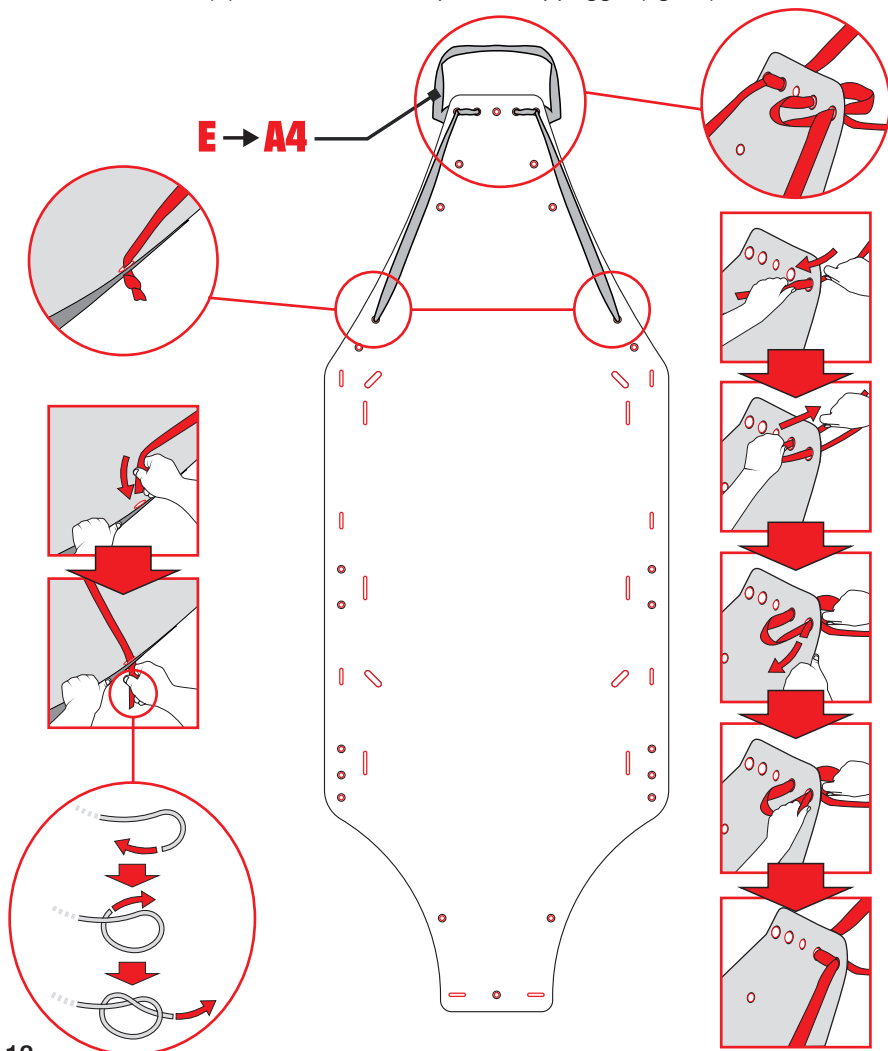

Fig.12
- inserire la fettuccia (E) nei fori A4 del piano di appoggio (fig. 12).